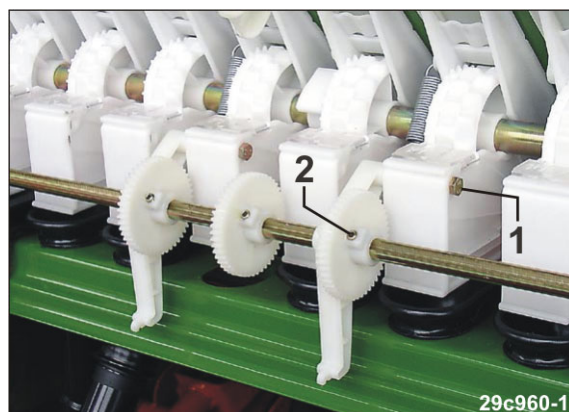

Рис. 127
6. Снимите болты (Рис. 127/1).
7. Ослабьте болты (Рис. 127/2).